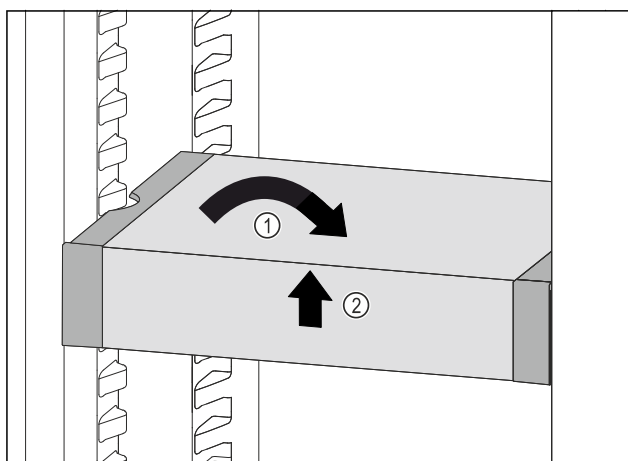

Fig. 94
- ▶ Ställ VarioSafe rakt. Fig. 94 (1)
- ▶ Lyft VarioSafe framåt. Fig. 94 (2)